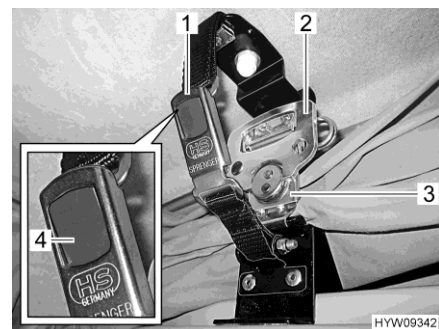

Fig. 49 Verrouillage (toit relevable)
- Ouvrir la houssette (Fig. 49,1) des deux côtés. Appuyer pour ce faire sur le bouton-poussoir gris (Fig. 49,4).
- Déplier la poignée (Fig. 49,2) du tendeur rapide (Fig. 49,3) et la tourner d'un demi tour dans le sens inverse des aiguilles d'une montre. Le dispositif de verrouillage est alors débloqué.